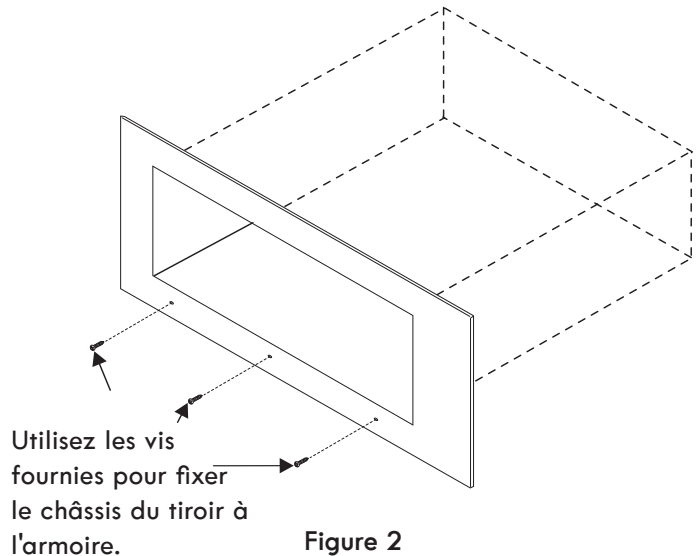

Figure 2
3. Retirez le tiroir tel qu'expliqué dans le manuel d'utilisation et d'entretien et fixez le châssis du tiroir à l'armoire à l'aide des 3 vis plaquées au nickel fournies. Ne serrez pas les vis outre mesure (voir fig. 2)